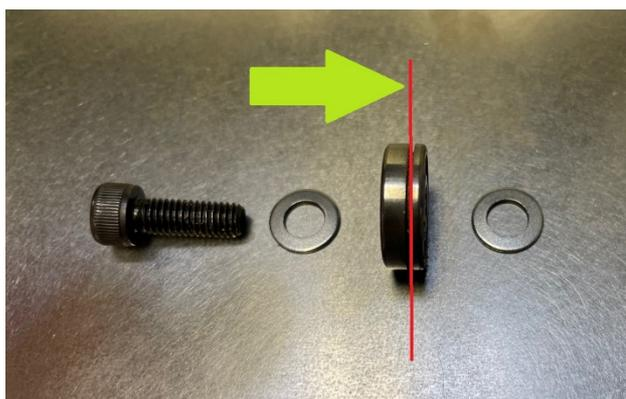

Figure 6
- Monter un roulement sur le guide en plaçant deux rondelles M5 x 10 x 1 mm livrées dans le sachet, de chaque côté du roulement en orientant la rainure de chantournage à droite de la tête de la vis (Fig 6)